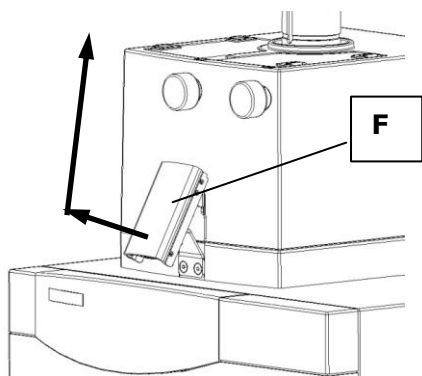

Рис. 1
- Опустить вниз запорную рукоятку **F** и вытянуть. **Рис. 1**
- Поднять кожух вверх за рукоятку. **Рис. 1**